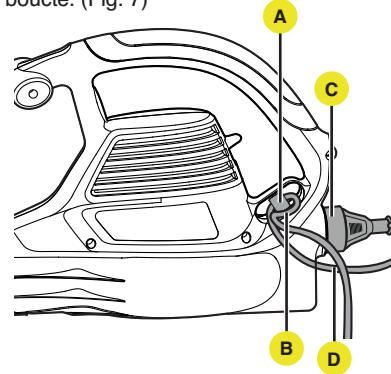

Fig. 7
- Faites passer la rallonge dans le dispositif de retenue du cordon à l'arrière du boîtier de la souffleuse en formant une boucle. (Fig. 7)